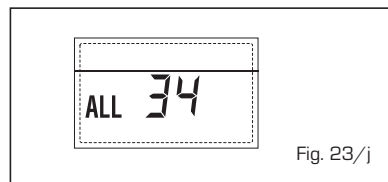

Fig. 23/j
- **ANOMALÍA COMUNICACIÓN FICHA RS-485 Y FICHA RS-485 "ALL 35" (fig. 23/x)**